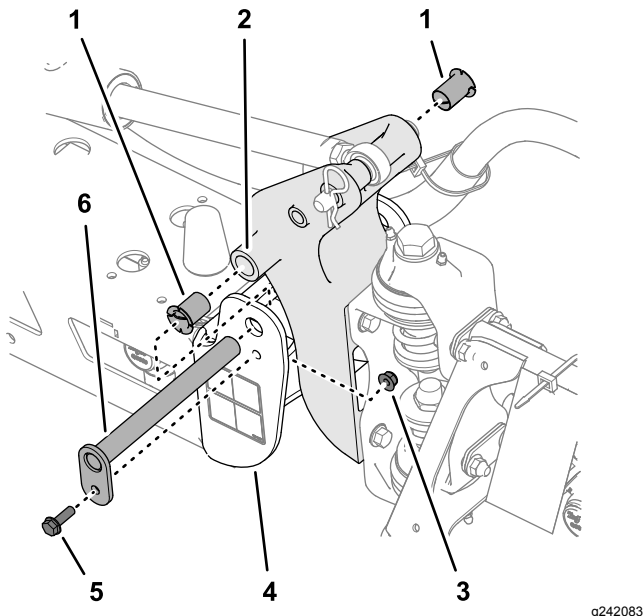

Figura 105
3. Togliete il bullone e il dado che fissano il perno di articolazione, quindi togliete il perno (**Figura 105**).
5. Togliete le boccole di nylon dal lato frontale e posteriore della staffa orientabile e controllatele (**Figura 105**).
6. Lubrificate le boccole di nylon con una piccola quantità di olio e montatele sulla staffa orientabile (**Figura 105**).
7. Allineate i fori nella staffa orientabile con i fori nel canale terminale (**Figura 105**).